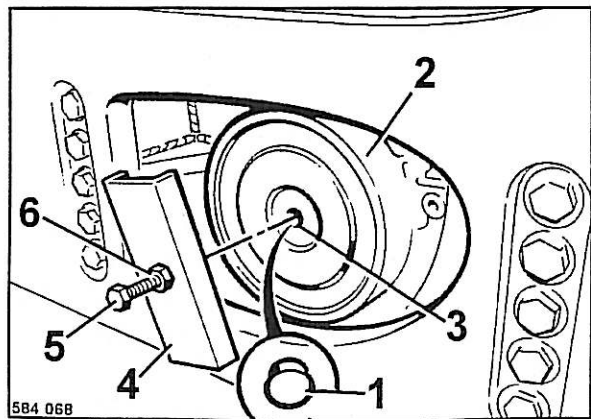

Fig. 61
- Retirar el tapón roscado 1 (Fig. 61).
- Colocar el perfil en U (5) sobre la caja de frenos (2) y enroscar el tornillo (4) hasta entra en contacto con el taladro roscado (3).
- Enroscar la tuerca (6) y tensarla con aprox. una vuelta. El rodillo debe girar libremente.